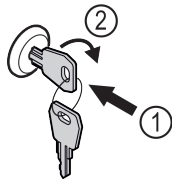

Fig. 170
- ▶ Introduceți cheia prin apăsare Fig. 170 (1).
- ▶ Rotiți cheia cu 90° în sensul acelor de ceasornic Fig. 170 (2).